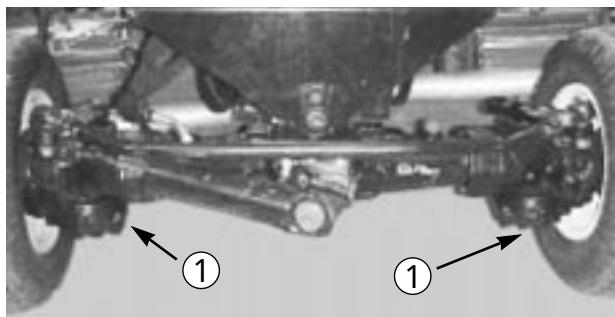

図67
2. トランスマッショントラクション（図67）の下のサクション・ライン付近をきれいに拭き、下に容器を置く。
- ドレンプラグ(図67)の周辺をきれいに拭く。